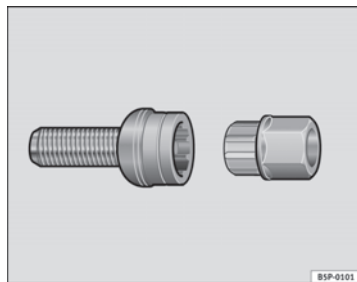

Fig. 134 Parafusos de segurança para rodas com adaptador
- Introduza o adaptador (B) ⇒ Fig. 134 com o lado dentado até acima na parte dentada interior do parafuso de segurança para rodas de modo (A) a que apenas sobressaia o hexágono exterior.
- Aplique a chave de roda até ao topo do adaptador (B).